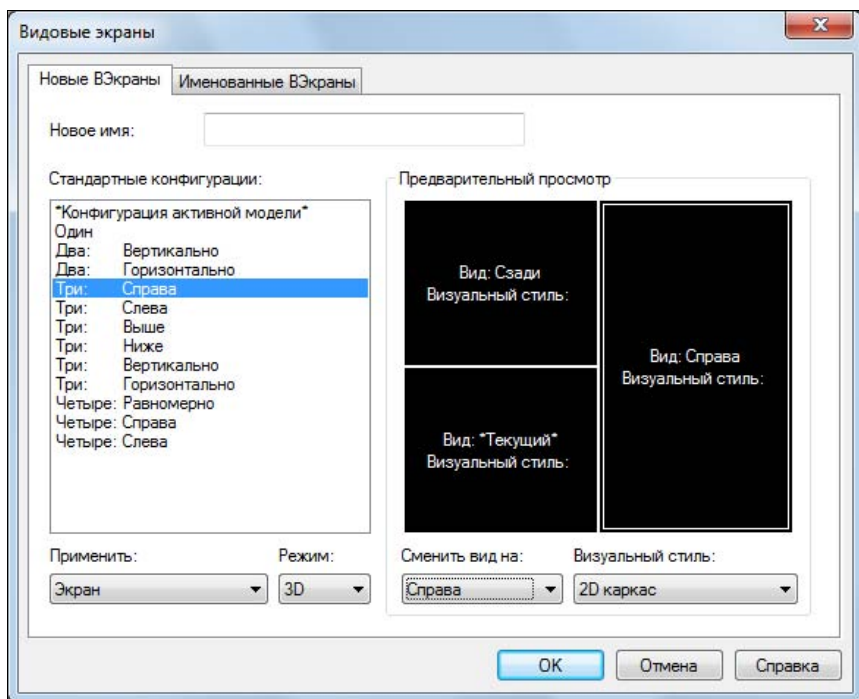
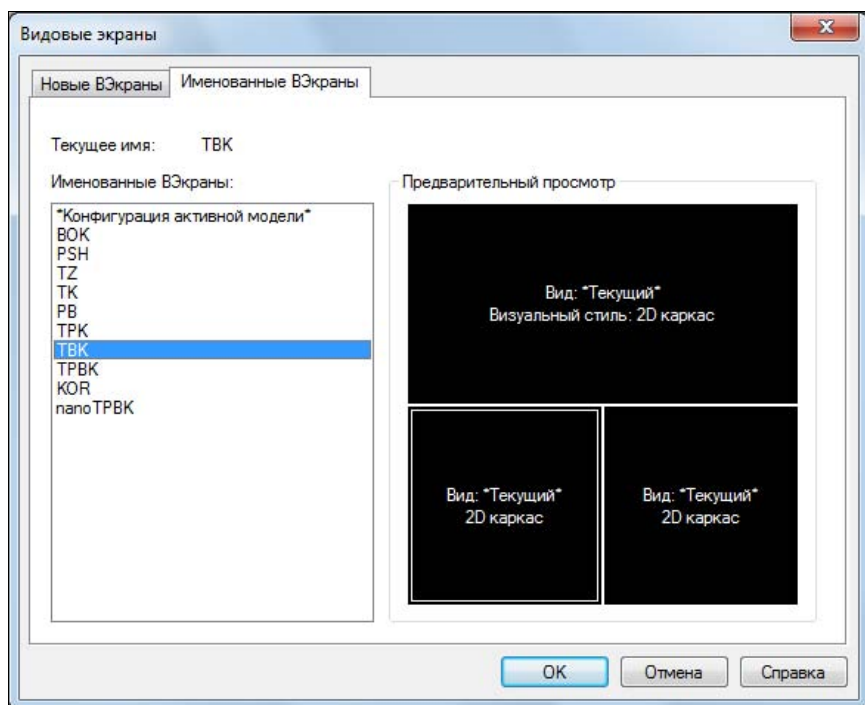

Рис. 9.9. Окно **Видовые экраны**, вкладка **Новые ВЭкраны**
Рис. 9.10. Окно Видовые экраны, вкладка Именованные ВЭкраны
- ◆  — вызов диалогового окна **Видовые экраны** (рис. 9.9);
Диалоговое окно **Видовые экраны** имеет две вкладки: **Новые ВЭкраны** (см. рис. 9.9) и **Именованные ВЭкраны** (рис. 9.10).